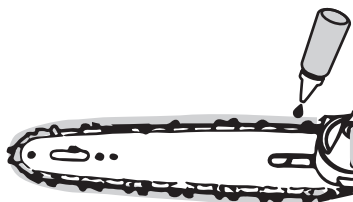

Рисунок 6
2. Нанесите масло для цепных пил по всему периметру цепи (рисунок 6). Несколько раз поверните цепь, чтобы масло равномерно распределилось по поверхности.